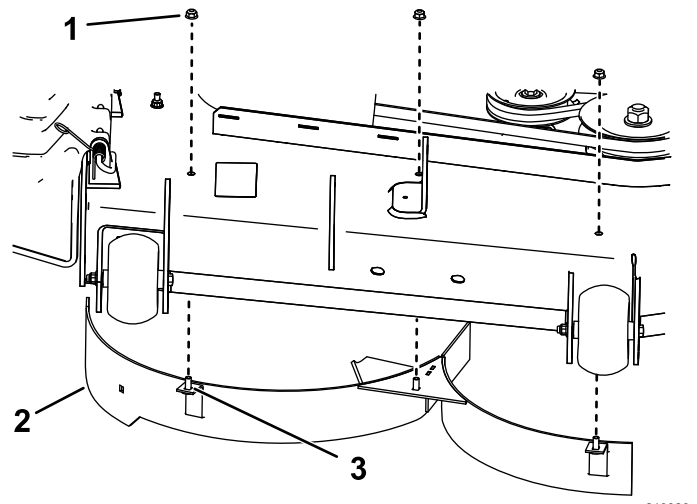

Figura 10
2. Instale el deflector derecho usando 3 tuercas (5/16"), como se muestra en la Figura 10. Apriete las fijaciones a mano.